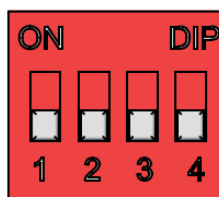

Рисунок 46 – Все переключатели выключены
- переключатель S1.1 перевести в положение ON (рисунок 46);